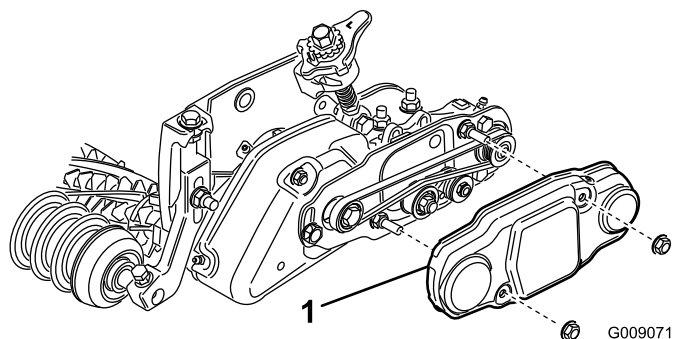

図 36
48. ベルトカバーを取り付けボルトに取り付けてフランジナット2個で固定する 図 36。